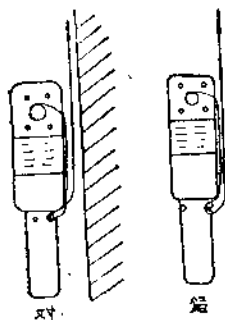

图 4
(1)截煤机在入刀前要垫正机身，使机器在直的方向与底板的傾斜度一致，橫的方向与走向平面一致。鋼絲繩应按图4所示方向挂在基座的小滑輪上，不能反挂，因为挂反了不仅进刀速度慢，而且容易断繩。